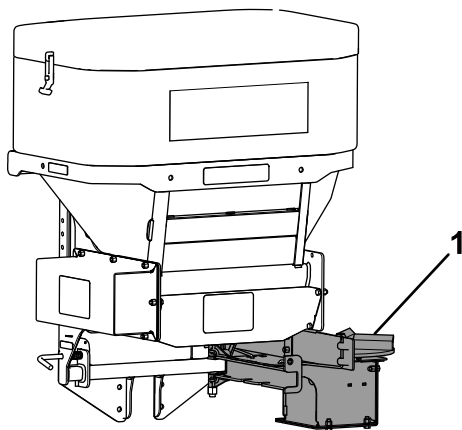

Figure 27
4. Écartez le distributeur de l'épandeur (Figure 27).